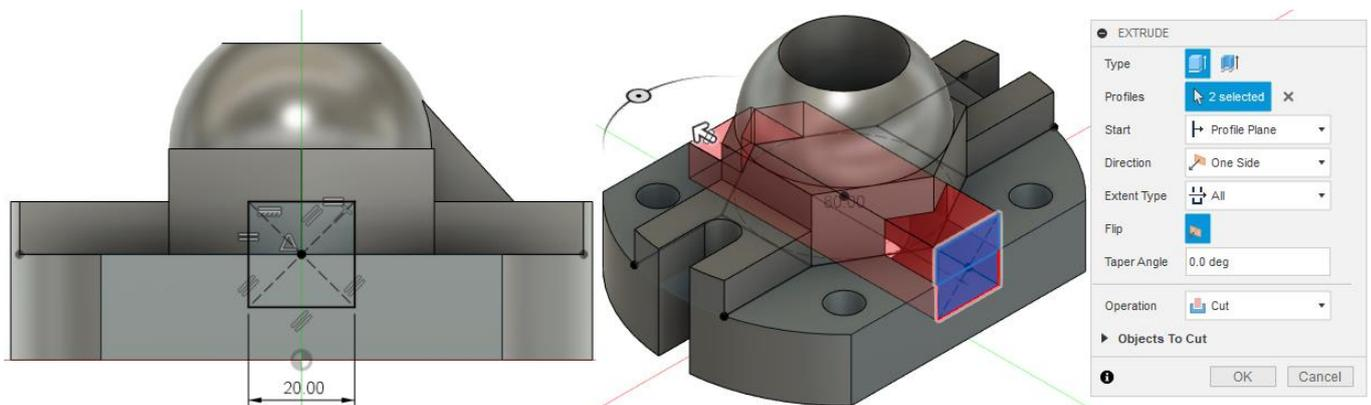

Рис. 4.11. Ескіз №6 та його вирізання
6. На боковій грані деталі створить ескіз квадрату та за допомогою інструменту Extrude виріжте квадратний отвір наскрізь (рис. 4.11).